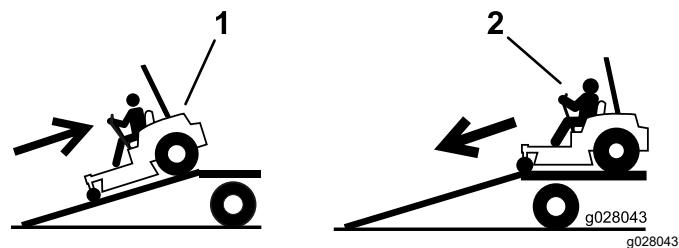

図 31
4. 登りはバックで 図 31。
2. 下りは前進で 図 31。